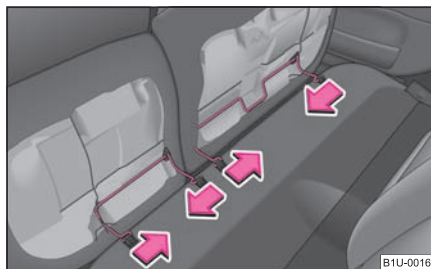

Fig. 67 Scoaterea scaunelor
- Apăsați mânerul de sârmă în sensul săgeții ⇒ fig. 67 și scoateți scaunul din suport.